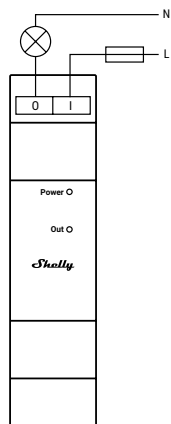
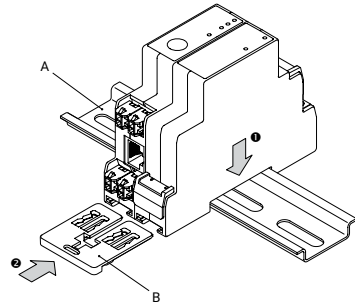

Fig. 1
Fig. 4
Posizionare Shelly Pro 3EM con lo Shelly Switch Add-on collegato sulla guida DIN fig. 4(A) e inserire la staffa di montaggio doppia in dotazione fig. 4(B) per fissare i dispositivi collegati alla guida DIN. È ora possibile procedere al collegamento dei cavi come mostrato in Fig.1.
Coloque Shelly Pro 3EM con Shelly Switch Add-on en el carril DIN fig. 4(A) e inserte el soporte de montaje doble suministrado fig. 4(B) para fijar los dispositivos al carril DIN. Ahora puede proceder a conectar los cables como se muestra en la imagen 1.
Coloque o Shelly Pro 3EM com o Shelly Switch Add-on anexado no trilho DIN fig. 4(A) e insira o suporte de montagem duplo fornecido fig. 4(B) para fixar os dispositivos conectados ao trilho DIN.